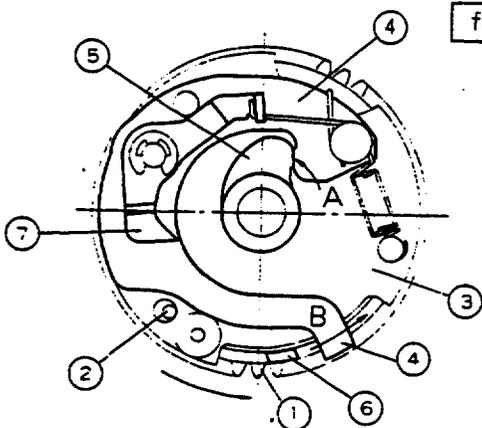

fig. 2
カウンター目盛の各位置に対する送り爪③、カウンターギア④、カウンターsw⑧、及び巻戻し送り爪⑭の状態はFig.2、3、4を参照のこと。
(2) 組立・調整
① コネクター部